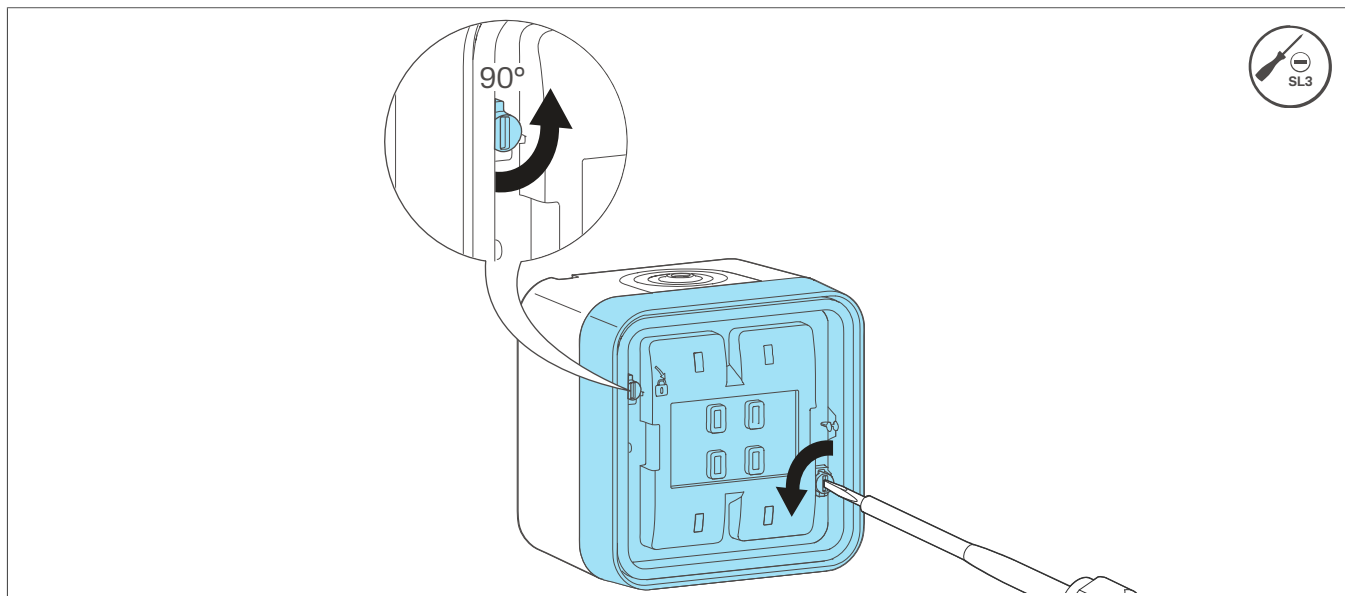

Fig. 3: Sbloccare le viti ad attacco rapido
- 2 Sbloccare le viti ad attacco rapido (8) ruotandoli di $\frac{1}{4}$ di giro verso sinistra con un giravite (Fig. 3).